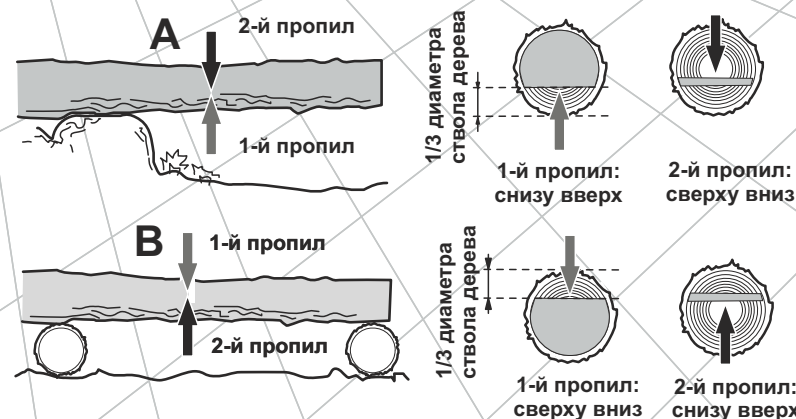

Рис. 22
**Распиливание бревна с подкладыванием опор (см. рис. 22).**
1. Сделайте распилы бревна в области «А». Первый распил сделайте снизу вверх (1) на 1/3 толщины бревна и закончите пиление сверху вниз.